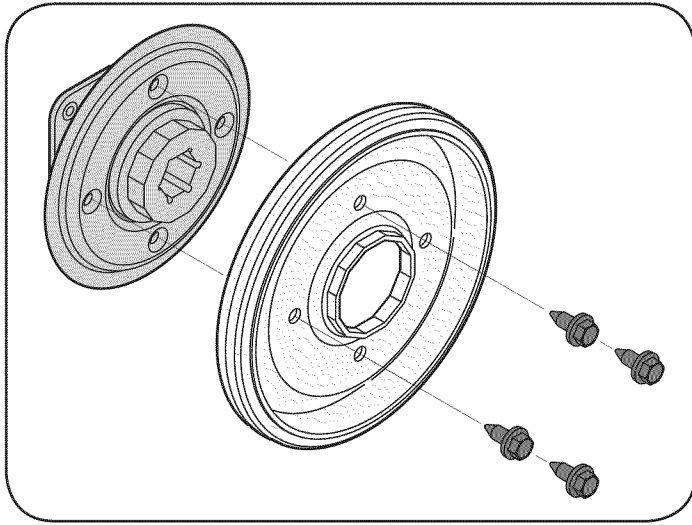

Figura 36
7. Retire cuatro tornillos que fijan la rueda de fricción para el eje de montaje (consulte la Figura 36). Desechar las viejas ruedas de fricción.